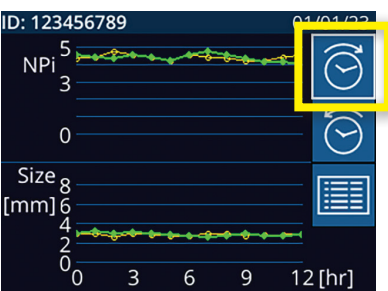
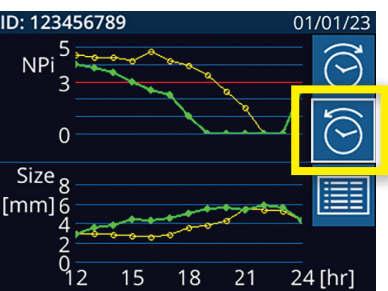
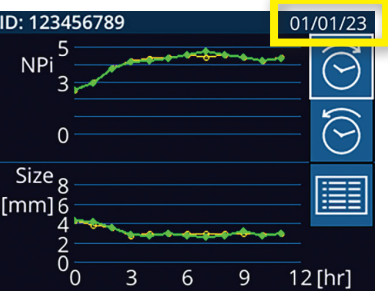

Fig. 31
Fig. 32
Fig. 33
- Para avanzar y retroceder en el tiempo dentro del gráfico, presione el icono de **Avance**  (Fig. 31) o **Retroceso**  (Fig. 32) del **Reloj**. La fecha de las medidas que aparecen en ese momento en el gráfico se indica en la esquina superior derecha de la pantalla de tendencias (Fig. 33).